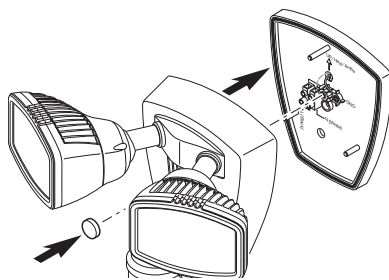

Figure 5
2. Assurez-vous aussi que le joint de caoutchouc est bien placé dans la rainure autour de la plaque 1-2-Éasy Connect^{MC} (voir la Figure 5).
4. Serrez solidement le boulon de montage, en évitant toutefois de trop le serrer (voir la Figure 5).
5. Enfoncez fermement le bouchon de plastique dans le trou du boulon de montage du luminaire (voir la Figure 5).